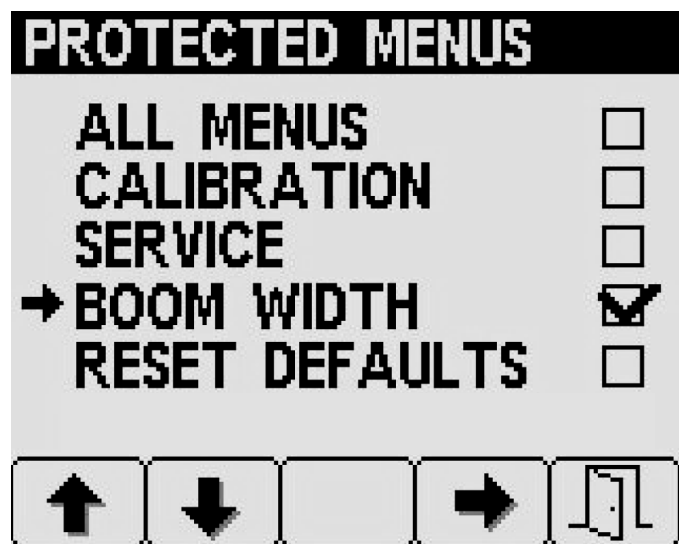

Figure 28
- Appuyez sur la touche 4 pour sélectionner ou dé-sélectionner séparément des éléments de menus protégés, comme illustré à la Figure 28.